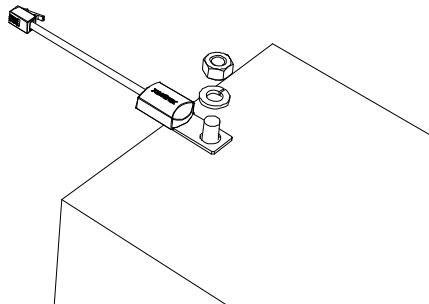

Figura 2-15 Conectando do BTS a um terminal de bateria
3. Conecte o terminal de anel no BTS diretamente ao terminal negativo da bateria (recomendado) ou use a parte de trás do adesivo na parte de trás do sensor para conectar o sensor em qualquer lado da bateria a ser monitorada. Consulte a Figura 2-15.